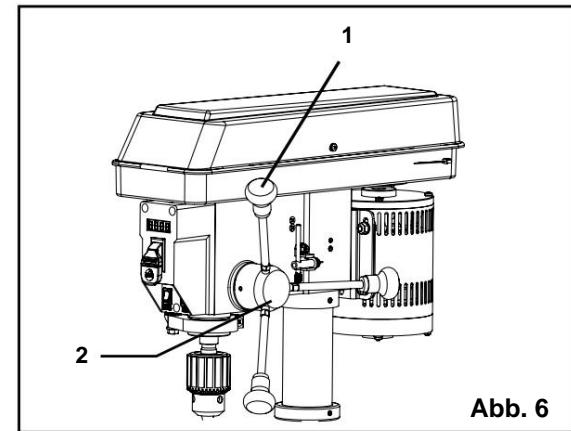

Abb. 6
VORSCHUBGRIFFE (ABB. 6)
1. Stecken Sie die drei Vorschubgriffe (Abb. 6 - 1) in die Gewindeöffnungen der Vorschubnabe (Abb. 6 - 2).